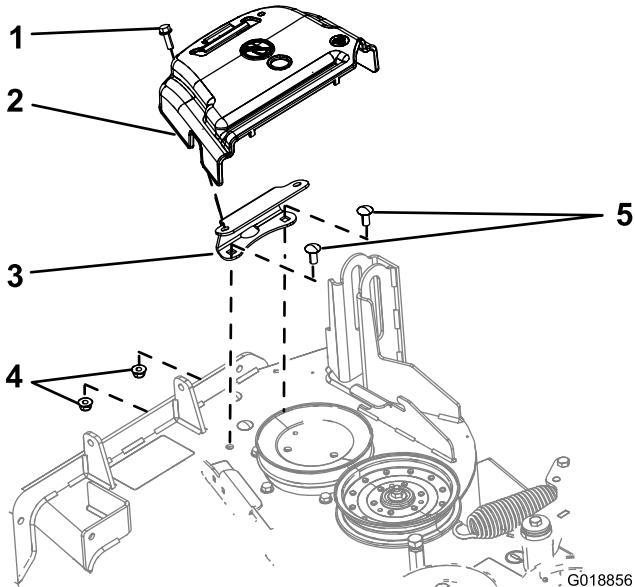

Bild 3
2. Drehen Sie die Schraube, die die Riemenabdeckung festhält gegen den Uhrzeigersinn, um sie zu lösen (Bild 3).
3. Entfernen Sie die Riemenabdeckung und Schraube von der Befestigungshalterung (Bild 3).
1. Entfernen Sie die zwei Schrauben und zwei Bundmuttern, mit denen die Befestigungshalterung für die Abdeckung am Mähwerk befestigt ist (Bild 3).
1. Entfernen Sie die zwei Schlossschrauben (1/4" x 3/4") und zwei Sicherungsmuttern (1/4"), mit denen die Riemenabdeckungshalterung am vorderen Flansch des Mähwerks befestigt ist (Bild 3).
2. Entfernen Sie die Riemenabdeckungshalterung vom Mähwerk (Bild 3).